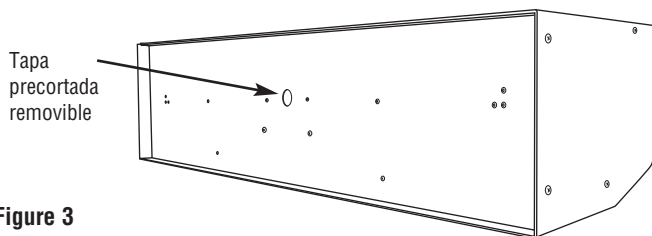

Figura 3
1. Remueva las tapas precortadas removibles de la parte trasera de la carcasa de la unidad (vea la Figura 3).